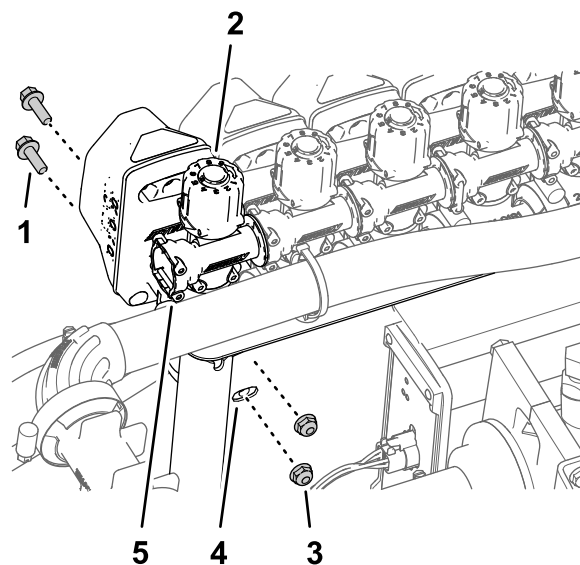
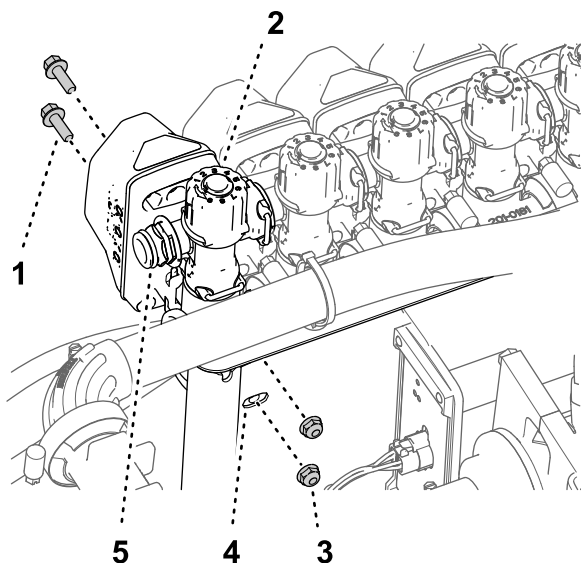

Figura 106
Figura 105
3. Montate la valvola dell'ugello 10 sul supporto della valvola (Figura 105 o Figura 106) con i 2 bulloni a testa flangiata ($\frac{1}{4}$ " x $\frac{3}{4}$ ") e i 2 dadi di bloccaggio ($\frac{1}{4}$ ") che avete rimosso al passaggio 2 di Rimozione delle valvole di sezione dal supporto del collettore (pagina 33).